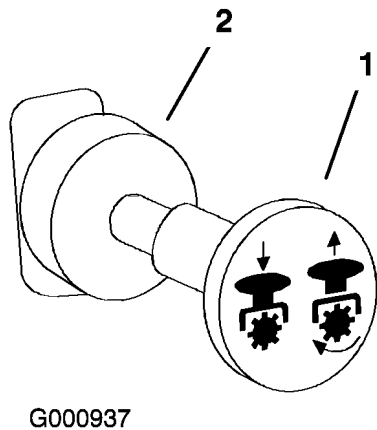

Figure 13
3. Placez la commande de prise de force (PDF) en position désengagée (Figure 13).
1. Placez la commande de PDF en position désengagée (Figure 13).